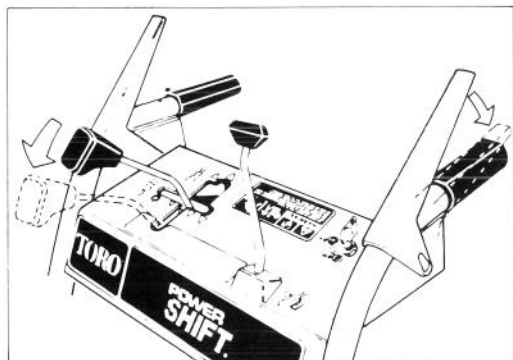

Figure 11
2. Pour orienter les roues vers l'avant ou vers l'arrière, tirez la commande de conversion sans la relâcher jusqu'au bout vers l'avant en position Power Shift (fig. 11).
3. Engagez entièrement le levier d'entraînement de traction pour régler les roues en position Power Shift (fig. 11 & 12).